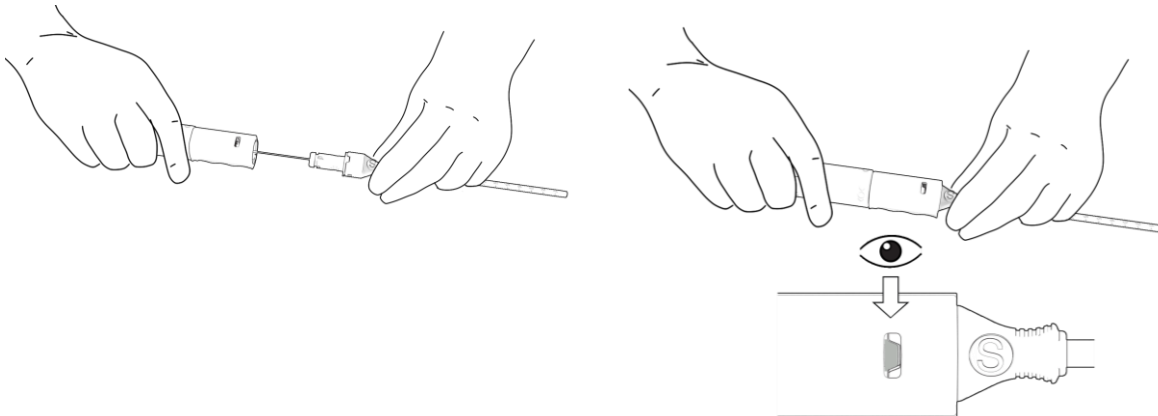

Figura 10. Inserción del dispositivo de cierre PerQseal® en la vaina introductora.
- c. Sosteniendo el conector de la vaina introductora con una mano y el mango del dispositivo con la otra, avance con cuidado el mango del dispositivo. Asegúrese de que los indicadores de la vaina introductora y del mango estén alineados y que el montaje de la cánula de carga/conector de la vaina quede asegurado (con un clic) al mango del dispositivo. Observe el indicador verde en la ventana. Este confirma que el mango del dispositivo de cierre PerQseal® se ha asegurado correctamente. Figura 10.